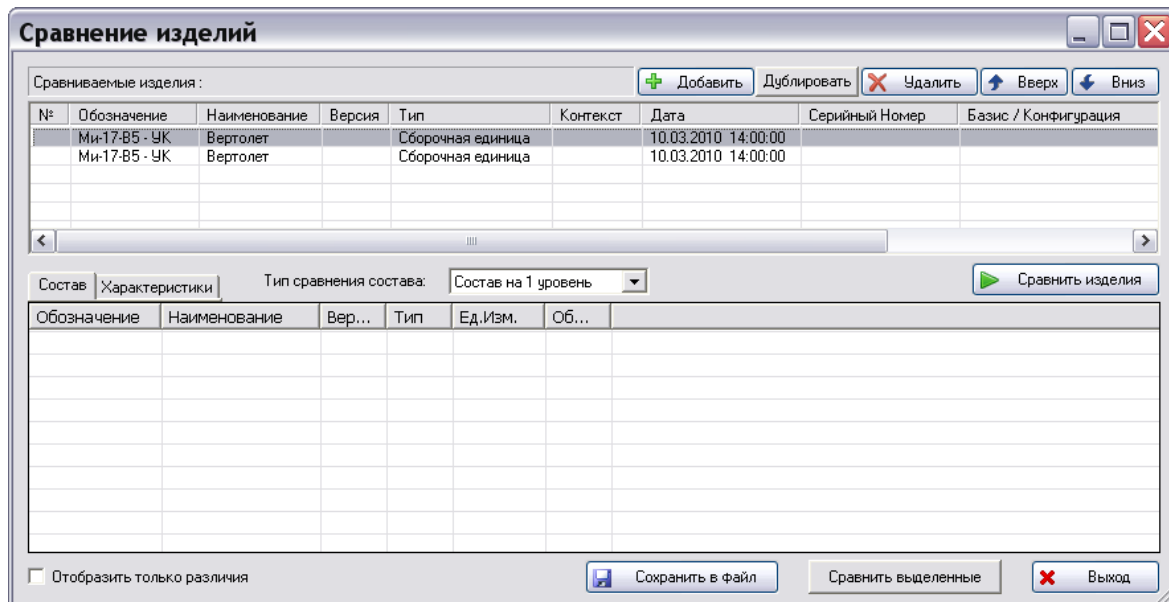

Рис. 58
2. В появившемся окне **Сравнение изделий** выделите изделие и нажмите на кнопку **Дублировать** (Рис. 58).